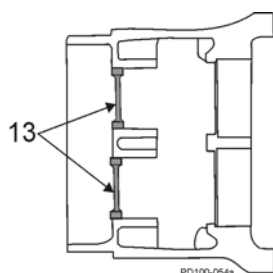

Figura 75 - Remova os vedantes do óleo traseiros
8. Pressione para fora e descarte os vedantes do óleo traseiros na caixa de engrenagens (Figura 75, item 13).